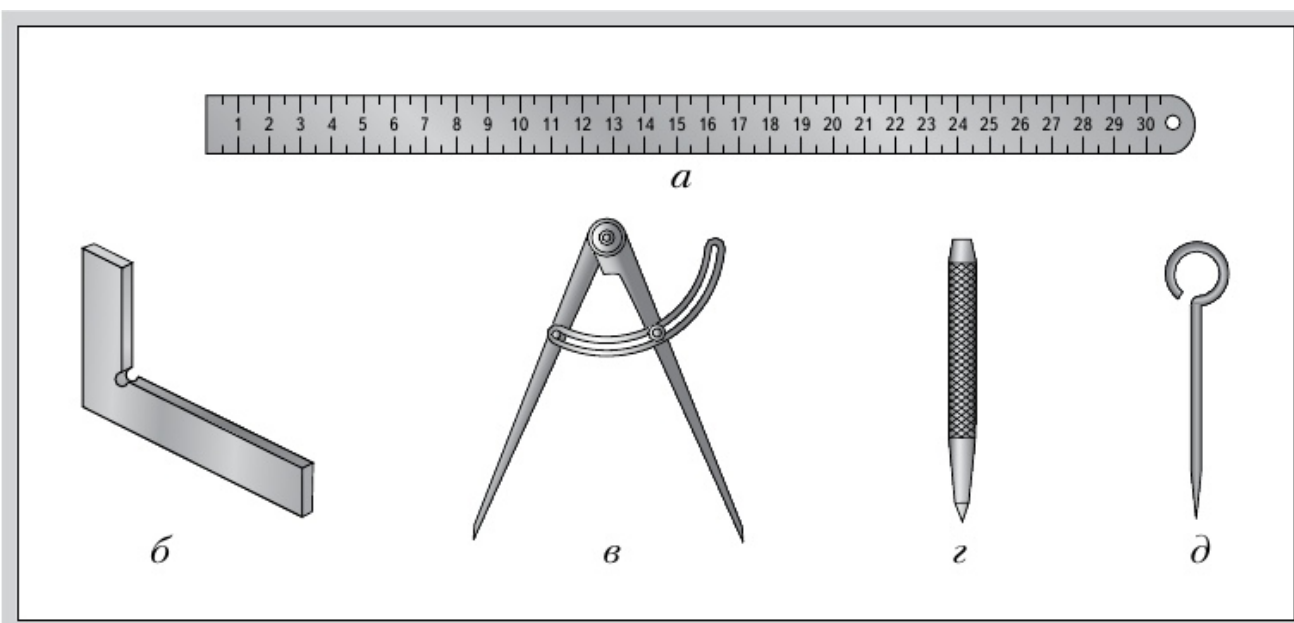

Рис. 45. Инструменты для слесарной разметки: *а* — металлическая линейка; *б* — слесарный угольник; *в* — разметочный циркуль; *г* — кернер; *д* — чертилка
- металлическую линейку (рис. 45, *а*);
- *слесарный угольник* (рис. 45, *б*), с помощью которого проводят линии под прямым углом и проверяют прямые углы у деталей;
- *разметочный циркуль* (рис. 45, *в*) — для проведения окружностей;
- *кернер* (рис. 45, *г*) — для получения на поверхности небольших впадин (лунок);
- *чертилку* (рис. 45, *д*) — для нанесения разметочных линий.